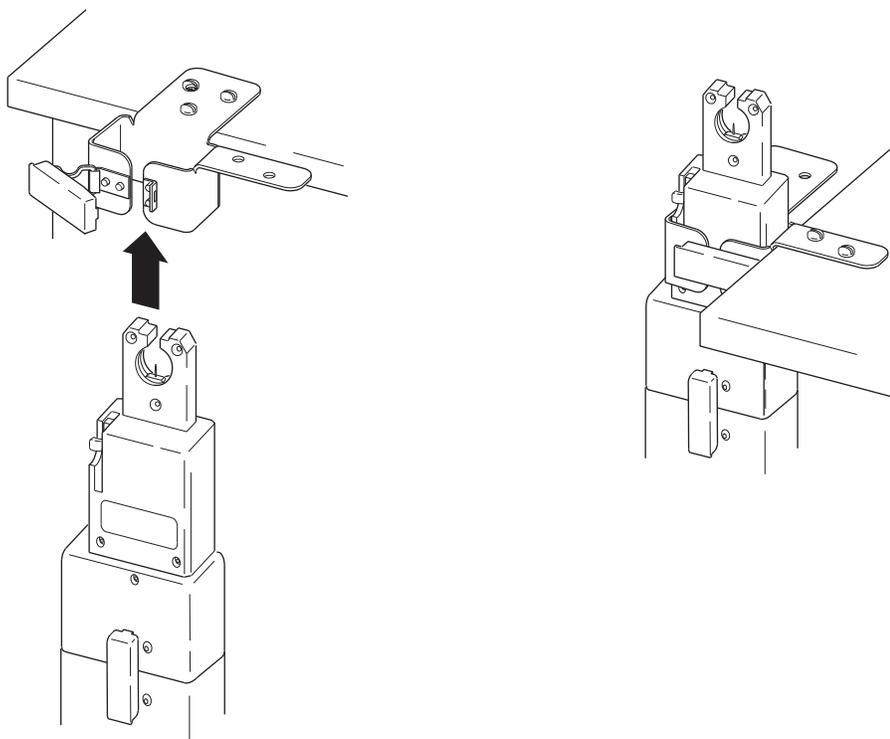

図 21: ベンチ取り付け用ブラケット(シリーズ 4)の使用
1. ワークベンチに取り付け用ブラケットを取り付ける方向を決めます(図 21)。取り付け用ブラケットをワークベンチにしっかりと固定します。その際、ラッチが操作できることを確認します。